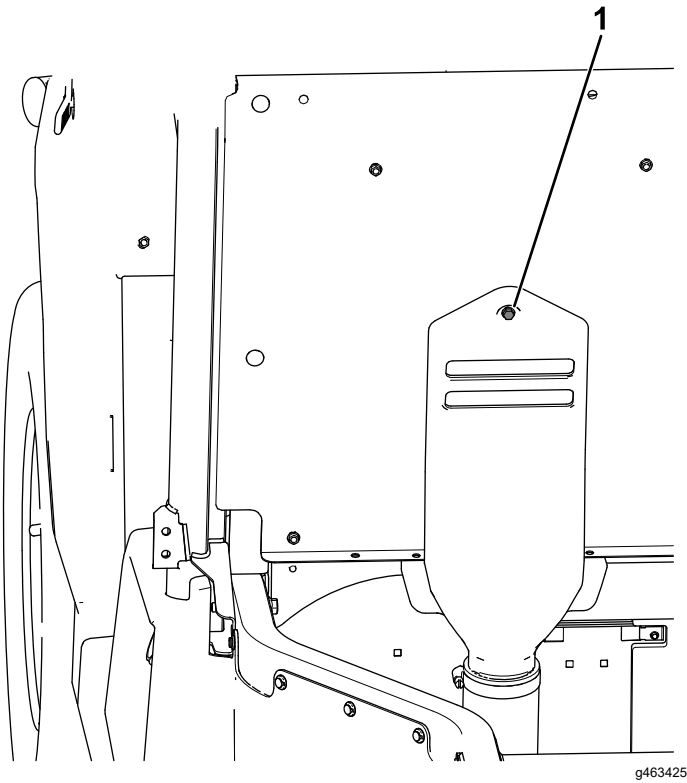

Bild 66
- F. Stecken Sie die unverlierbare Schraube, die an der CVT-Ansaughaube befestigt ist, in das Loch in der Sitzplatte (**Bild 66**).